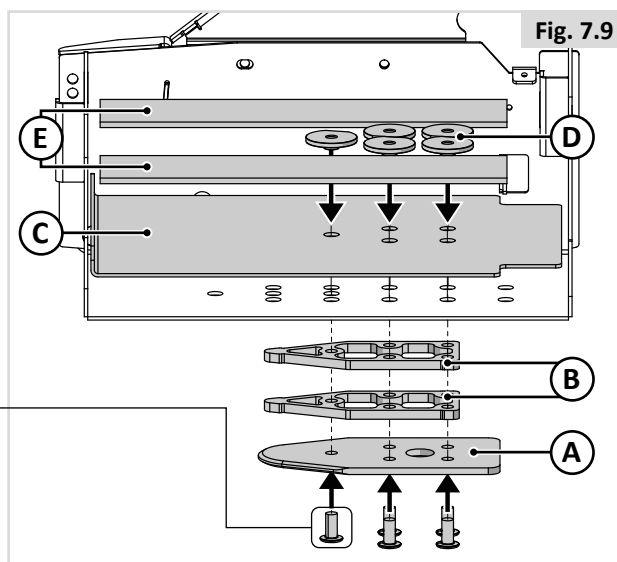

Fig. 7.9
Monte os cinco parafusos (M8), a placa de fixação (A) e os espaçadores (B) (na parte inferior da caixa do chassi), juntamente com a placa de reforço (C), porcas especiais (D) e espaçadores de plástico (E) (com a caixa do chassi) (Fig. 7.9).